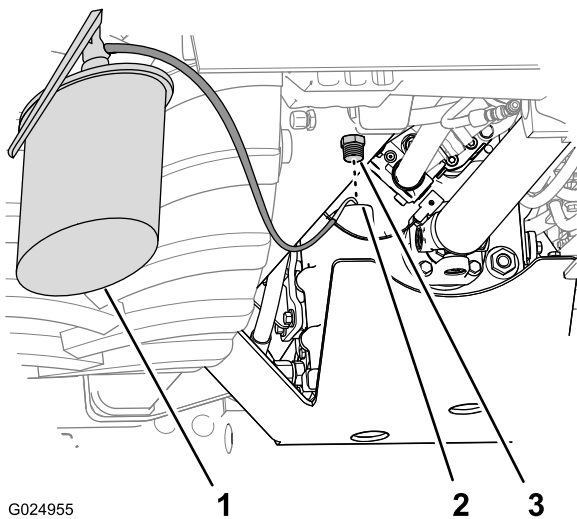

Bild 101
- Füllen Sie das Getriebe mit Öl der angegebenen Sorte durch den Füllanschluss (Bild 101).